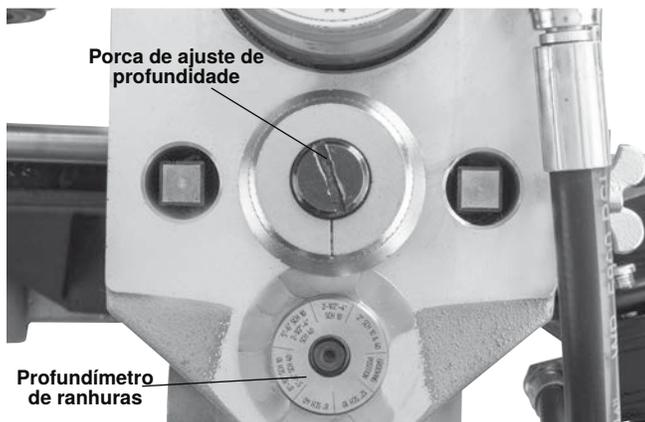

Figura 14A - Coloque o passo correto do profundímetro sob a cabeça de ajuste
- Ajuste o profundímetro de ranhuras de modo a que o respetivo passo correto fique sob a cabeça do parafuso de ajuste (figura 14A). O profundímetro de ranhuras foi concebido para ser utilizado com tubos. Ver "Definição do diâmetro da ranhura para tubos de cobre" para utilização com tubos de cobre.